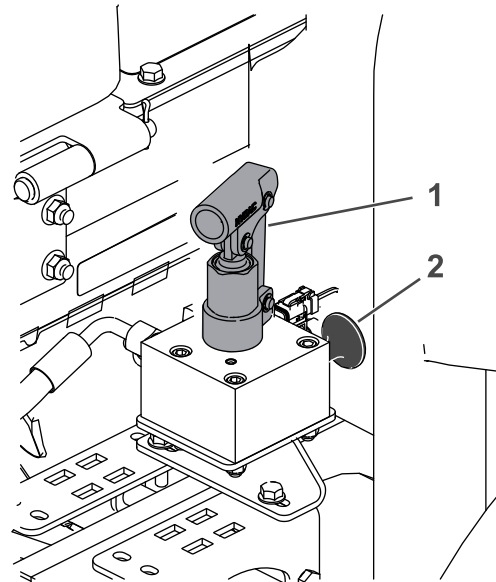

Figure 38
4. Localisez le collecteur de desserrage du frein près de la roue avant droite et derrière le réservoir de liquide hydraulique (Figure 38).